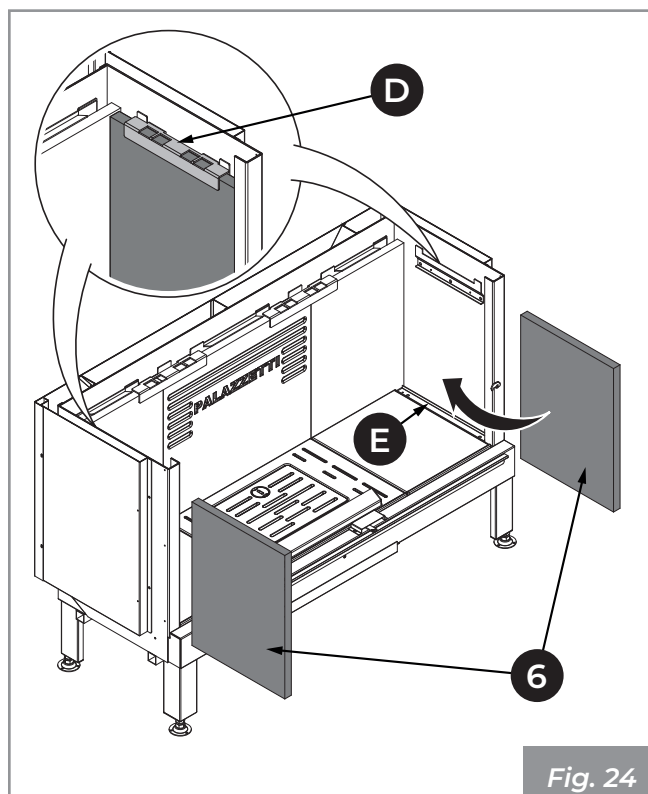

Fig. 24
- 5) Colocar los paneles laterales de refractario (6) dentro de la cámara de combustión y deslizarlos suavemente en su lugar, centrando la guía (E) presente en los lados de la base de hierro fundido (Fig. 24).
- 6) Fijar las abrazaderas de bloqueo (D) que alinean las paredes laterales con las posteriores.